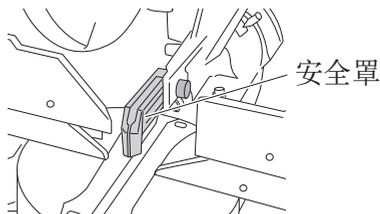

图 30
- (1) 按照图 30 所示的方向转动止动片支架。降低电动头，然后用手转动 6 mm 深度调节螺栓（6 mm 深度调节螺栓头接触回转支架。）